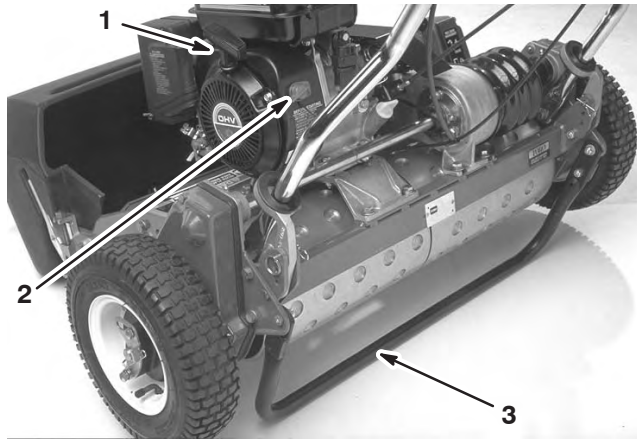

Figure 23
Commande marche/arrêt (Fig. 23)
Démarreur à lanceur (Fig. 23)
Béquille (Fig. 23)
3. Placez la commande marche/arrêt (Fig. 23) en position Marche.